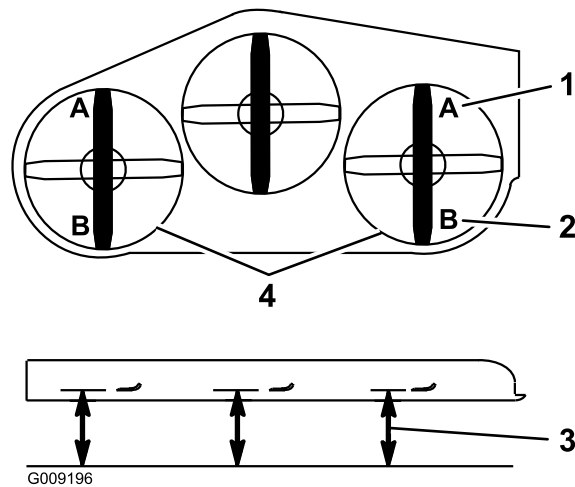

Figura 90
9. En ambos lados de la carcasa, mida desde la superficie nivelada hasta la punta delantera de la cuchilla (Posición A), según se muestra en Figura 90.
15. En ambos lados de la carcasa, mida desde la superficie nivelada hasta la punta trasera de la cuchilla (Posición B), según se muestra en Figura 90.